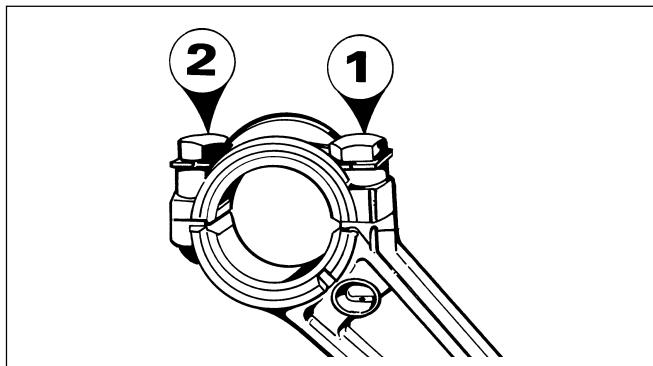

Fig. 20
- Fixer les vis avec la plaque de blocage déjà montée (voir Fig. 20).